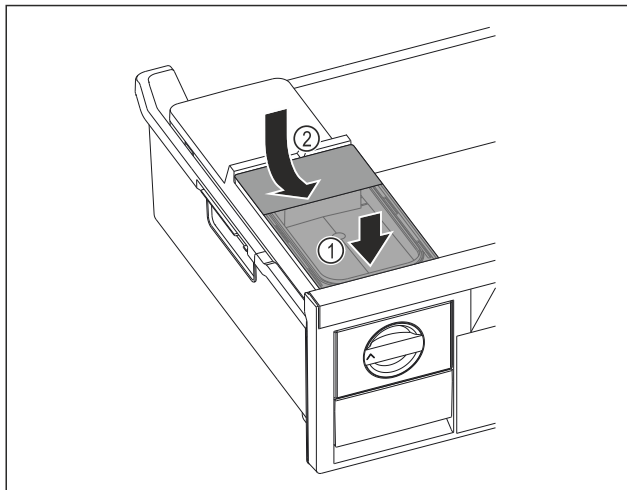

Fig. 167
- ▶ Nasadíte vpředu nádržku na vodu. Fig. 167 (1)
- ▶ Spusťte nádržku na vodu vzadu dolů. Fig. 167 (2)